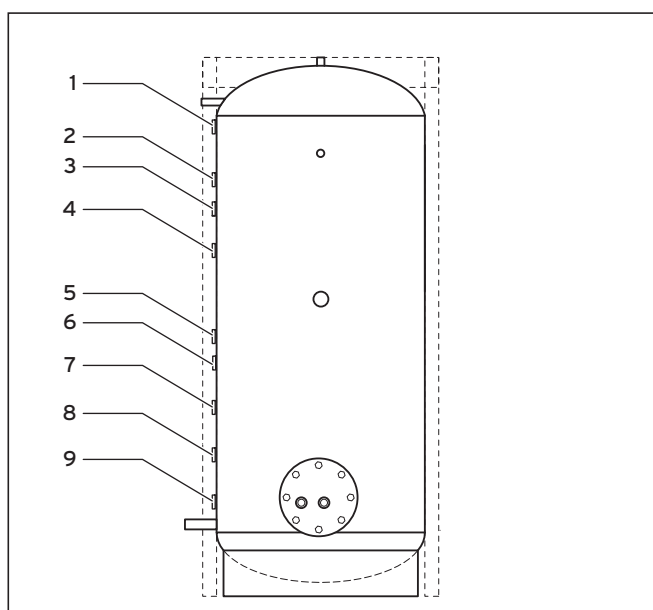

Fig. 2.5 Raccord sonde, vue avant
**Légende de la fig. 2.5 :**
- 4 Sonde eau chaude (SP)